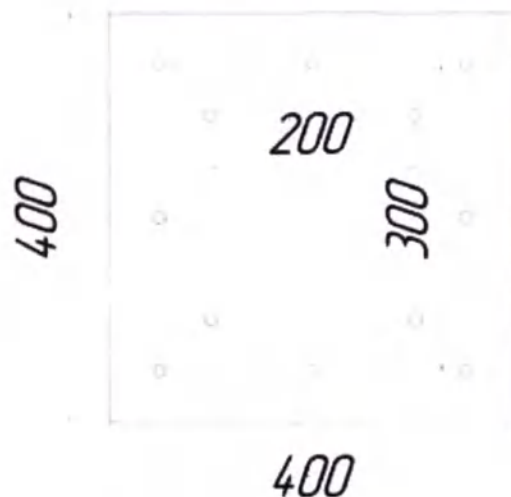

Рис. 19 – Монтажная площадка
2. Прикрепить монтажную площадку подвеса к потолку, как минимум в четырех точках как можно дальше от центра площадки. По возможности в разных углах (Рис. 19). В зависимости от типа потолка для крепежа можно использовать анкеры, дюбель гвозди, шпильки, болты, саморезы и пр. Проверить надежность крепления. Рис. 1.